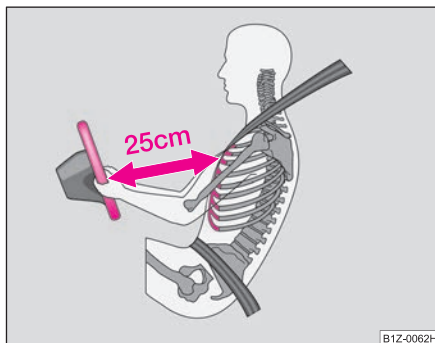

Fig. 90 Distanța sigură
- Între conducător și volan trebuie să existe o distanță de cel puțin 25 cm ⇒ fig. 90. Dacă nu se respectă această distanță, sistemul airbag nu își poate exercita eficiența maximă – Pericol!